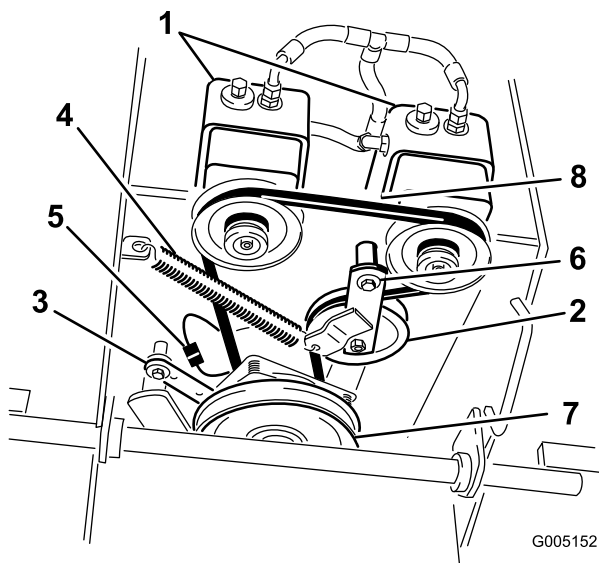

Figura 40
- Desconecte el soporte del embrague de la carcasa del motor (Figura 40).
7. Desenganche el muelle de la polea tensora del bastidor (Figura 40).
9. Coloque el muelle tensor entre el brazo de la polea tensora y el soporte del bastidor (Figura 40).
10. Monte el soporte del embrague en la carcasa del motor (Figura 40).